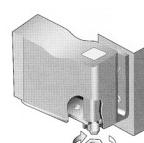

Abb. 5.
- b) Entfernen Sie die Mutter vom unteren Scharnierhalter (Abb. 5).